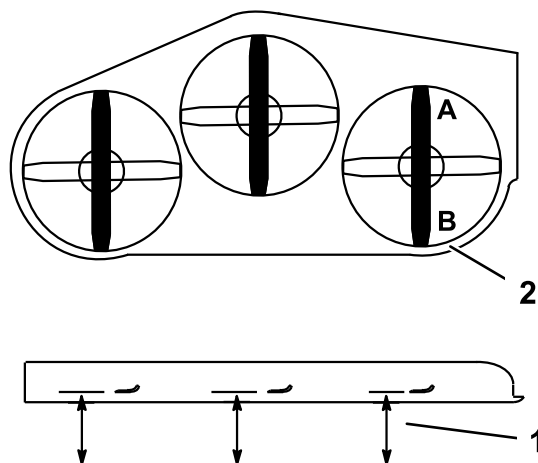

Figura 106
- Coloque la cuchilla **derecha** en posición longitudinal (Figura 106).
- Mida la cuchilla derecha en la posición **A** desde una superficie nivelada hasta el filo de corte del extremo de la cuchilla (Figura 106).
- Mida la cuchilla derecha en la posición **B** desde una superficie nivelada hasta el filo de corte del extremo de la cuchilla (Figura 106).
- La cuchilla del cortacésped debe estar entre 6 y 10 mm más baja en la posición **A** que en la posición **B** (Figura 106). Si no es correcta la distancia, continúe con los pasos siguientes.